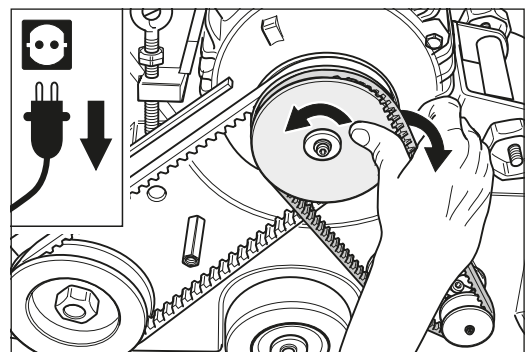

Fig. 51 Démontage de la courroie trapézoïdale de l'aspiration.
- 3 Ouvrez la vis de serrage du tendeur de courroie trapézoïdale d'aspiration, déchargez la courroie puis retirez-la (fig. 51).